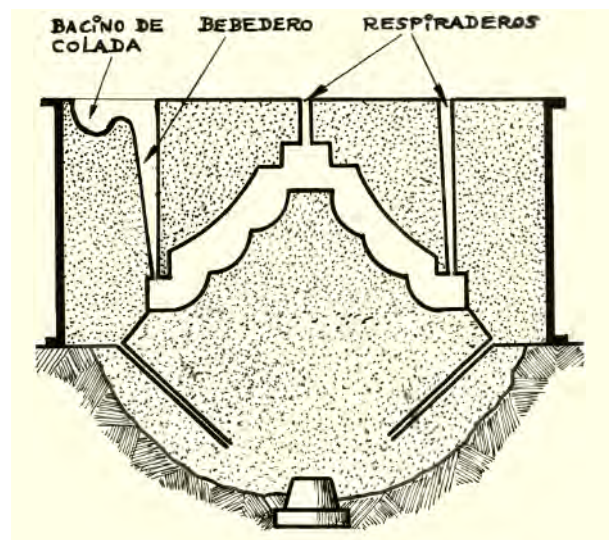

Figura 36.
Fase (4). Con la arena ya fraguada se levanta el semimolde superior y se coloca invertido sobre bases situadas en el suelo del taller. Se extrae o rompe el "falso modelo". Si no se hizo en fase anterior se practican los canales de colada y respiraderos. Se tapan los orificios que ha dejado el árbol de terraja. Se pintan ambos semimoldes con pintura refractaria al alcohol isopropílico y se flamean. Se cierra el molde, cargando encima las pesas que se estimen necesarias. El molde ya está listo para colar (Figura 36).